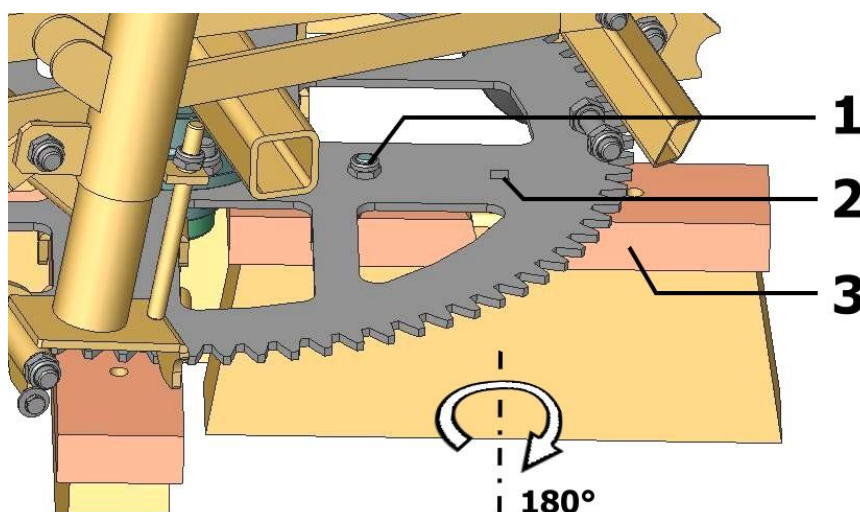

Figura 7
- Îndepărtați șurubul de fixare (1) de la perie.
- Detașați peria (3) pentru a o roti 180° (în jurul propriei axe). (vezi figura 7)
- Așezați discul de bază (4170.0022) în aceeași poziție (2) și strângeți din nou șurubul de fixare.